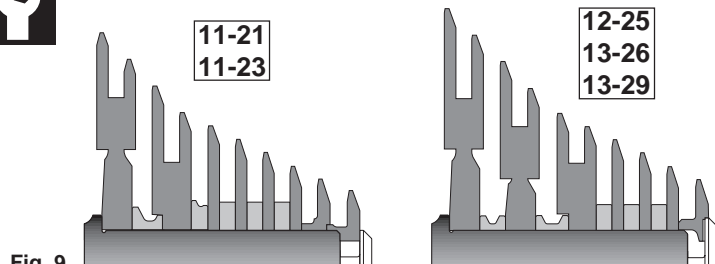

Fig. 9
**I Attenzione:** I distanziali dei pacchi pignoni **10 Speed** non sono tutti uguali (Fig. 9). Utilizzate esclusivamente quelli inclusi nella specifica combinazione in uso e rispettate accuratamente l'ordine di montaggio illustrato in figura 9.
**GB Warning:** The spacers of the **10 Speed** sprockets are not all identical (Fig. 9). Use only those included with your specific combination, and do not change the order of assembly shown in figure 9.
**E Atención:** No todas las combinaciones de piñones **10 Speed** adoptan los mismos distanciales (Fig. 9). Utilizar únicamente los suministrados en la confección de la combinación que se desea montar y respetar el orden de montaje indicado.
**NL Waarschuwing:** De opvulringen van de **10 Speed** cassettes zijn niet allemaal identiek (Fig. 9). Gebruik alleen de opvulringen die meegeleverd zijn en verander de volgorde niet.